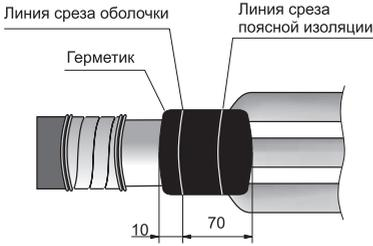

Рисунок 7.
4.18 Обмотать длинную ленту герметика по краю металлической оболочки с заходом на 10 мм на оболочку и на 70 мм по жилам кабеля, удаляя разделительную бумагу (рисунок 7).